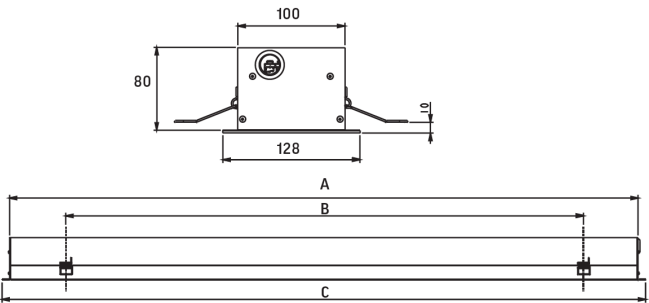

Рис.1
- Установите монтажные пружины (входят в комплект поставки) в корпус светильника, согласно Рис. 1. габариты светильника и монтажного окна указаны на Рис. 2;